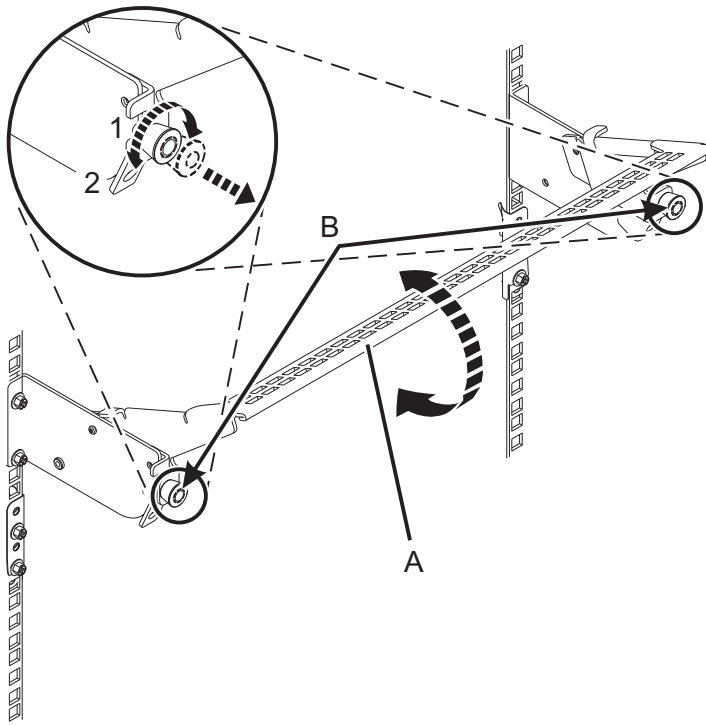

Figure 10. Placement du crochet de routage des câbles en position de fonctionnement
3. Placez le crochet de routage des câbles en position de maintenance. Voir figure 10.